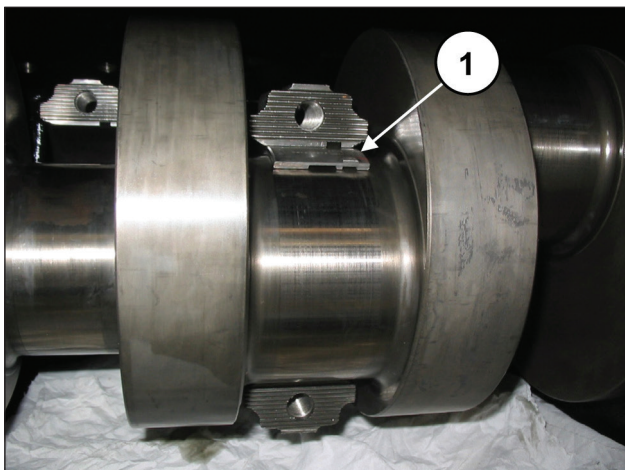

Рис. 57
Вставьте верхние полуподшипники между шатунами и валом (поз. ①, Рис. 57).